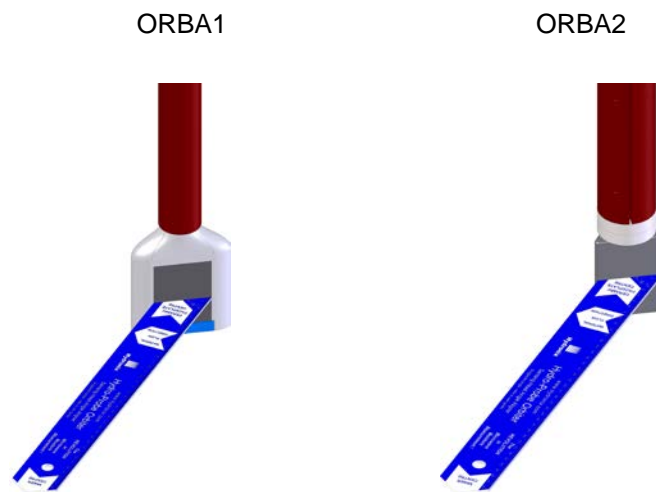

Figure 16: Aligneurs d'angle d'Hydronix pour orienter la face de détection
- Il convient de fixer la sonde le long du bras de la pale décapeuse, en la séparant de la paroi latérale du malaxeur d'une distance équivalente à environ un quart ou un tiers du rayon du malaxeur (voir Figure 15). Sélectionnez un endroit où le flux de matériau est le plus fluide, à l'écart de la zone de fortes turbulences provoquées par le malaxage des pales. La face en céramique doit être orientée selon un angle de  $55^\circ$  par rapport au centre du malaxeur, à l'aide de l'aligneur fourni (voir Figure 16 pour plus d'informations).
- Un angle de  $55^\circ$  produit généralement de bons résultats. Utilisez l'aligneur d'angle fourni avec la sonde pour régler l'angle (Figure 16).